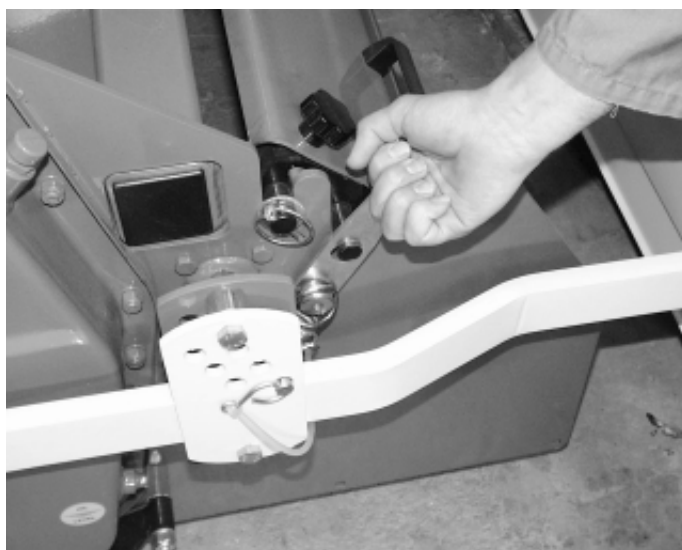

Bild 43
- Om det inte är möjligt att rotera rotorn, ta bort utjämnarhöljet genom att lossa fastspännarna som finns till höger och vänster sida på höljet (bild 43).